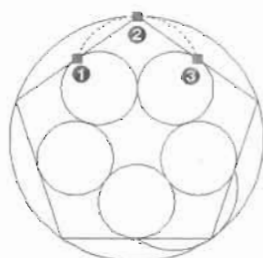

图 3-74
(7) 单击“绘图”工具栏中的 (Arc) 按钮 ，用三点法绘制一段圆弧（方法和用三点法绘制圆形一样），如图 3-74 所示，命令执行过程如下。